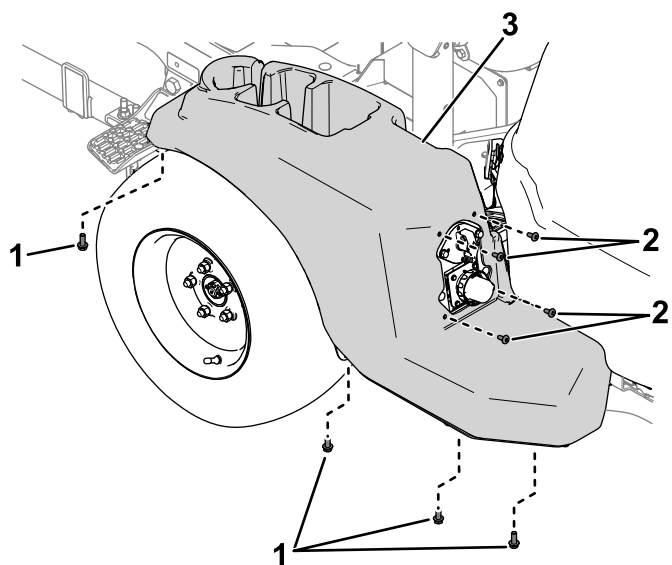

Figura 1
1. Rimuovete i bulloni e le viti che fissano la copertura al lato sinistro della macchina (Figura 1), quindi rimuovete la copertura.